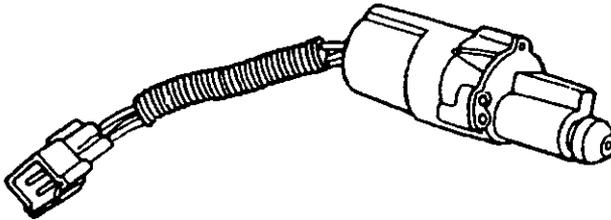

FIG. 10.3 MOTOR DE CONTROL DE RALENTÍ.
**Motor de control de ralentí (ISC) (Fig. 10.3).** (Idle Speed Control).